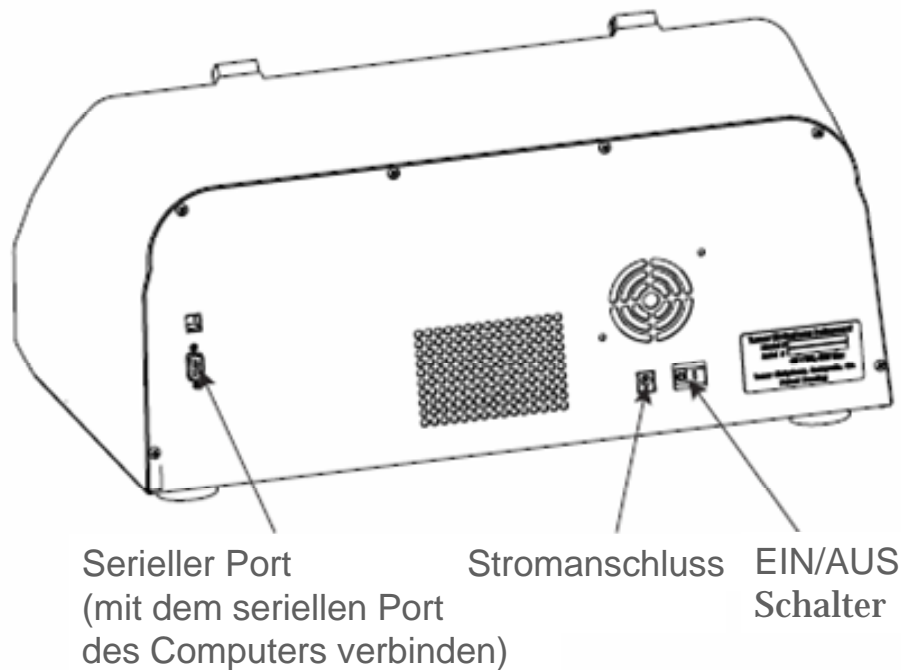

Abbildung 4. Rückwärtige Ansicht des GloMax™ 96 Platten-Luminometers
5. Schalten Sie das Luminometer mit Hilfe des EIN/AUS Schalters auf der Rückseite des Geräts ein (Abb. 4).